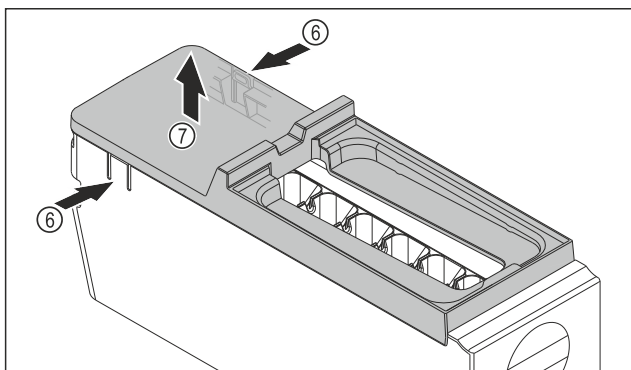

Fig. 184
- Scoateți apărătoarea corpului EasyTwist-Ice: Apăsați eclisele Fig. 184 (6) de pe ambele părți ale corpului EasyTwist-Ice cu o mână.
- Scoateți apărătoarea Fig. 184 (7) cu cealaltă mână în sus.